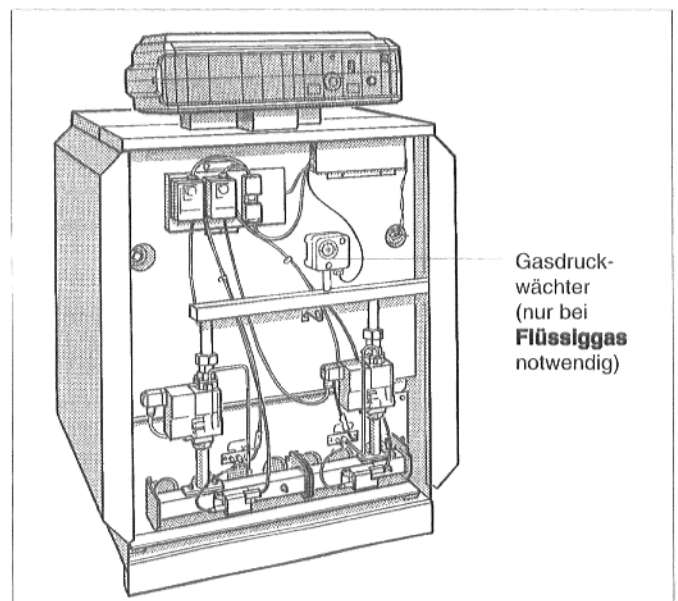

Abb. 24: Gasdruckwächter
- Bei **Flüssiggas** Stopfen aus dem Gasanschlußrohr entfernen, Rohrstück (Lieferumfang Umstellteile) mit der geraden Seite im Gasanschlußrohr eindichten, Gasdruckwächter (Lieferumfang Umstellteile) mit der Einstellscheibe nach vorne im Winkel des Rohrstücks eindichten und elektrischen Anschluß nach Schaltplan herstellen (Abb. 24).